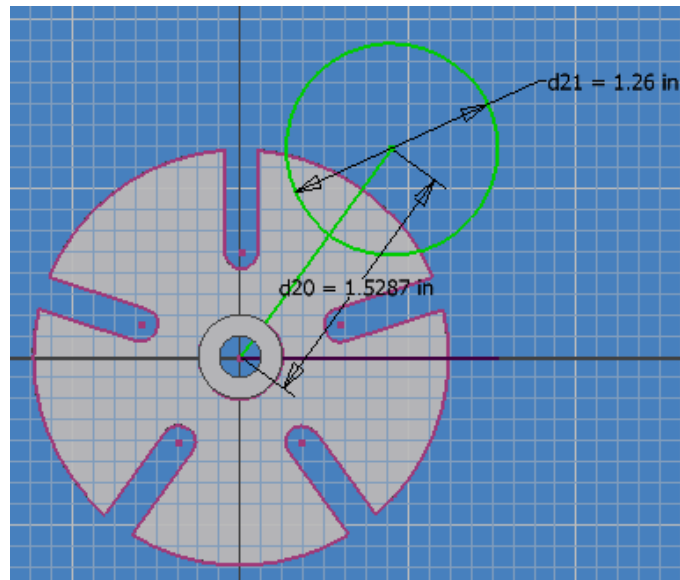

Figura 4.24 Generación de la circunferencia a la línea de 54°.
28.-Trace una circunferencia en el punto final de esa línea con un diámetro de 1.26 pulgadas, figura 4.24.